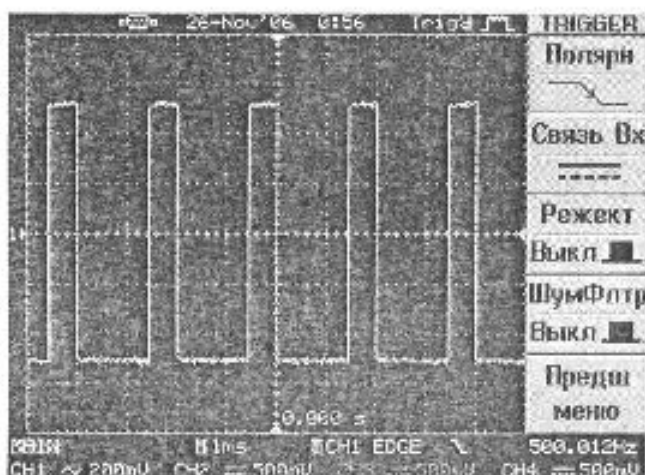
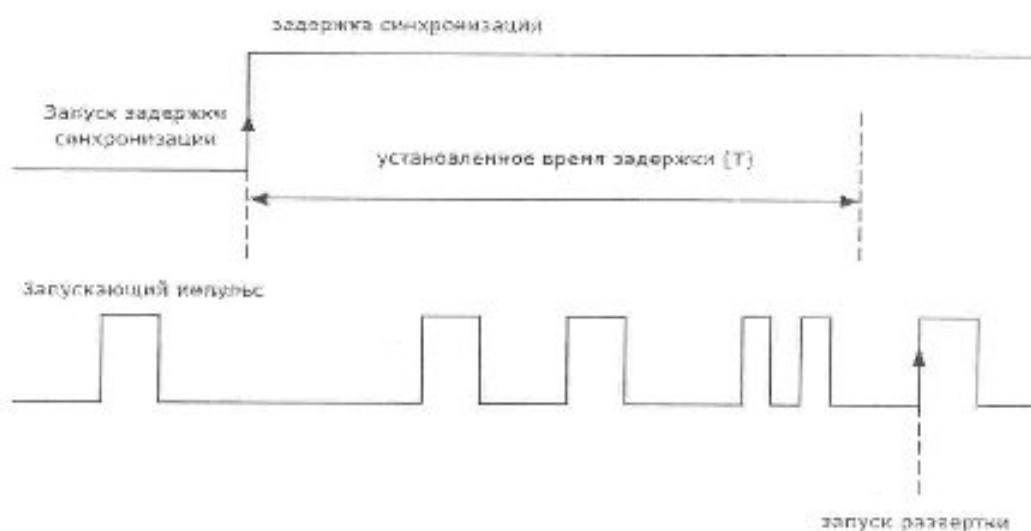
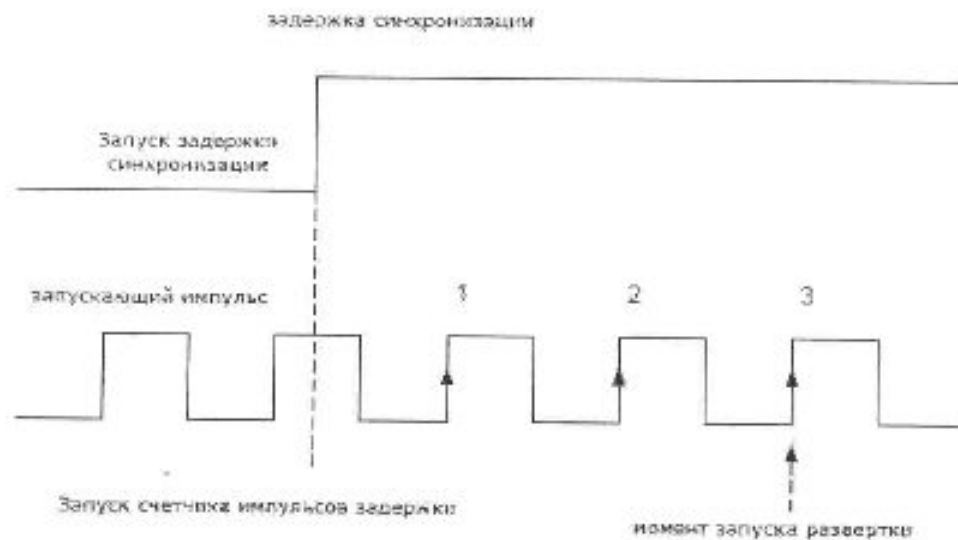

Рис.8-11. Отрицательная полярность сигнала
Рис.8-12 Задержка запуска по времени
Рис.8-13 Задержка запуска по событию
1) при задании положительной полярности сигнала, анализироваться будет длительность импульса, отмеченная на рис. 8-11 как (1). В этом случае после запуска развертки изображение на ЖКИ будет как на рис. 8-12
2) при задании отрицательной полярности сигнала, анализироваться будет длительность импульса, отмеченная на рис. 8-11 как (2). В этом случае после запуска развертки изображение на ЖКИ будет как на рис. 8-13
- **По событию.** Нажатием на кнопку F3 и вращением многофункционального регулятора задаете количество событий (импульсов) от момента появления импульса синхронизации до момента запуска линии развертки. Вы можете регулировать количество событий в пределах 2...65000. На рис. 8-15 приведены пояснения к этому режиму. В момент появления первого импульса запускается схема задержки схемы синхронизации, количество импульсов задержки (на рис. 8-11 их два) определяется пользователем, после окончания последнего события линии развертки будет запущена первым импульсом, следующим после окончания времени задержки (третий импульс).